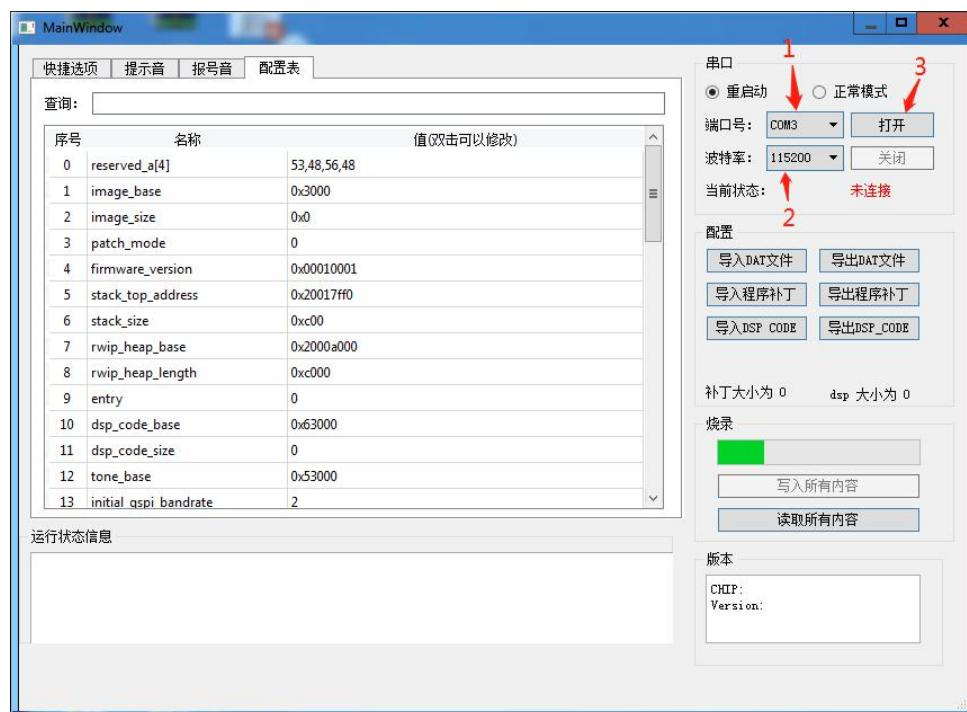

图 6.1
6.1 双击打开 fr5080\_config 烧录工具，选择串口号、波特率、点击打开，如图 6.1